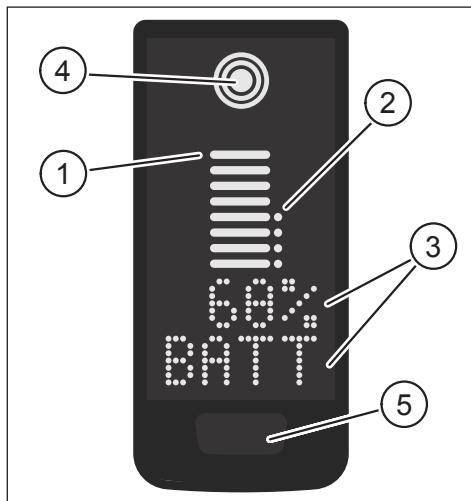
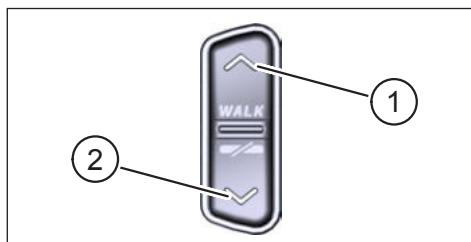

Fig. 1: Bedienings- en weergave-elementen op het Display
Fig. 2: Bedieningselementen op de Remote
Pos. in Fig. 1	Beschrijving
Pos. in Fig. 2	Beschrijving
- ▶ Houd de regeltoets op het Display (Pos. 5 in Fig. 1) en de regeltoets DOWN op de Remote (Pos. 2 in Fig. 2) gedurende minstens 5 s ingedrukt.
- Druk **dubberklik** op de bedieningsknop op het Display (Pos. 5 in Fig. 1) om over te schakelen naar de volgende schermweergave.
- Door op de knop DOWN op de Remote te drukken (Pos. 2 in Fig. 2)